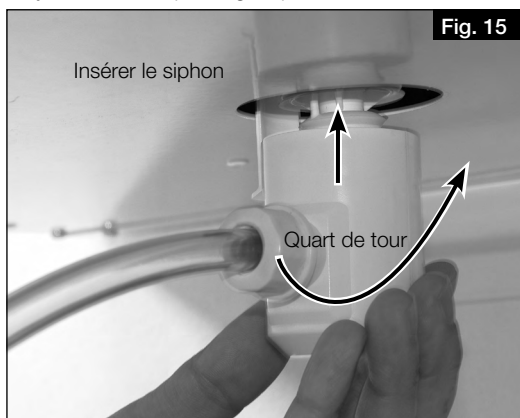

Fig. 15
5. Insérer le siphon en lui donnant un quart de tour pour l'enclencher dans la pièce de fixation (voir Fig. 15). Bien s'assurer que la boule flotte librement dans le siphon !